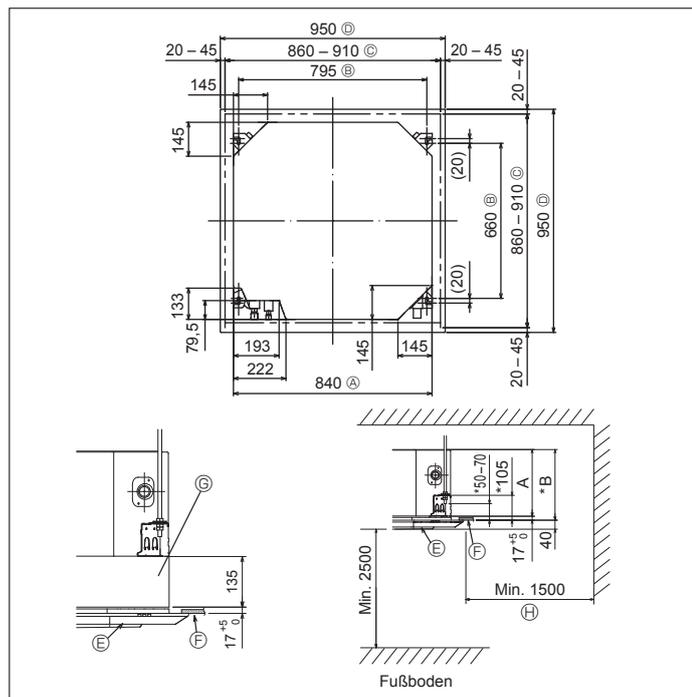

Fig. 3-2
④	Kabelbinder (groß)	8
⑤	Kabelbinder (klein)	1
⑥	Ablaufmuffe	1
⑦	Isolierung	1
⑧	Konusmutter 1/4 F (RP60)	1
3.2. Lage der Öffnungen in der Decke und der Befestigungsschrauben für die Aufhängung (Fig. 3-2)
- Die Abmessungen der Deckenöffnung können innerhalb des in Fig. 3-2 dargestellten Bereichs angepaßt werden. Deshalb ist die Hauptanlage in der Deckenöffnung zu zentrieren und sicherzustellen, daß die jeweils gegenüberliegenden Seiten überall den gleichen Abstand aufweisen.